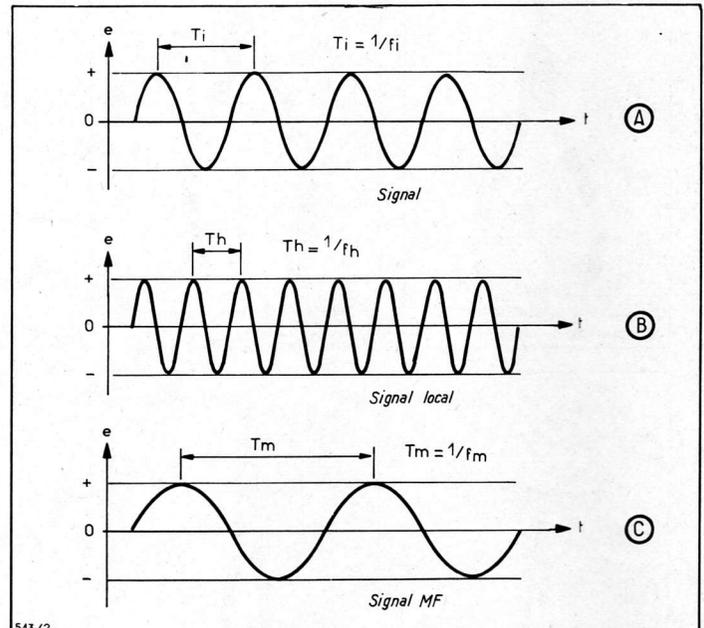

Fig. 2
Cette partie peut être considérée comme un petit émetteur. L'oscillateur est un montage qui engendre des signaux HF de forme sinusoïdale comme ceux de la figure 2 (A).
Sur la figure 2 on voit que si les fréquences sont inégales, on a $f_h > f_i > f_m$ et, aussi $f_h - f_i = f_m$.